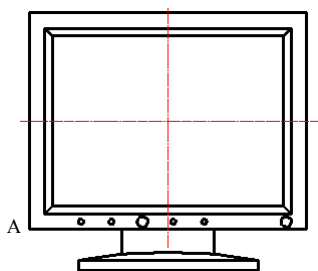
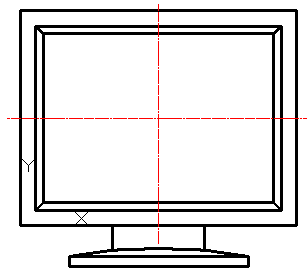

图 17.5.17 绘制圆
图 17.5.18 定义此用户坐标系
Step12. 绘制图 17.5.17 所示的圆。
(1) 定义用户坐标系 (UCS)。在命令行中输入命令 UCS 后按 Enter 键, 输入字母 N 后按 Enter 键, 捕捉图 17.5.17 所示的交点 A 并单击, 此时用户坐标系便移至指定位置, 如图 17.5.18 所示。
(2) 选择 **绘图(D)** → **圆(C)** → **圆心、直径(D)** 命令, 输入圆心点坐标值 (100,15) 后按 Enter 键, 输入直径值 10 后按 Enter 键。